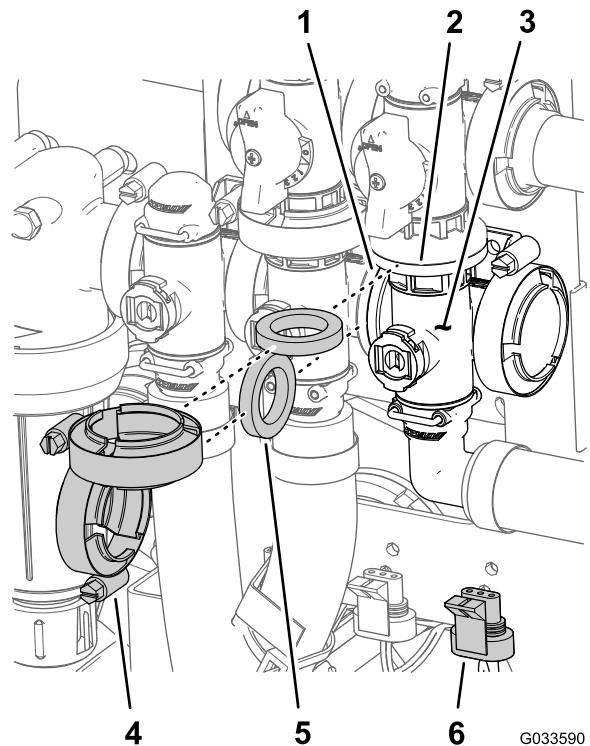

Figura 129
1. Alinee la brida del distribuidor de la válvula maestra de los brazos, una junta y la brida de la válvula maestra de desvío de los brazos (Figura 129).
2. Monte el distribuidor de la válvula maestra de los brazos, la junta y la válvula maestra de desvío de los brazos con una brida de fijación apretada a mano (Figura 129).
3. Alinee la brida del distribuidor de la válvula maestra, una junta y el distribuidor de la válvula de agitación (Figura 129).
4. Monte el distribuidor de la válvula maestra, la junta y el distribuidor de la válvula de agitación con una brida de fijación y apriete a mano (Figura 129).
- Monte la válvula de agitación en el soporte de la válvula con el perno con arandela prensada y la contratuerca con arandela prensada (Figura 129) que retiró en el paso 3 de Retirada del distribuidor de la válvula maestra de los brazos (página 84), y apriete el perno y la tuerca a 10–12 N·m (90–110 pulgadas-libra).